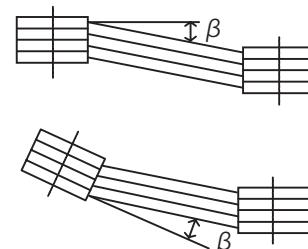

図5-4
- ・両プーリ間の平行度、偏心度 $\beta$ は $20'$ （20分）以内としてください。（図5-4参照）